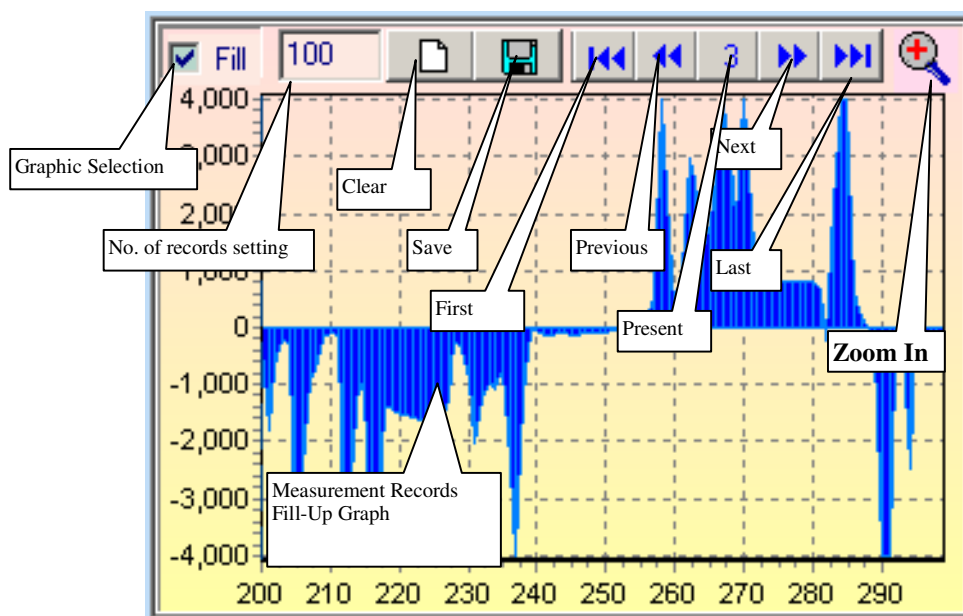

Рис.3
D.Графические Действия (рис. 3)